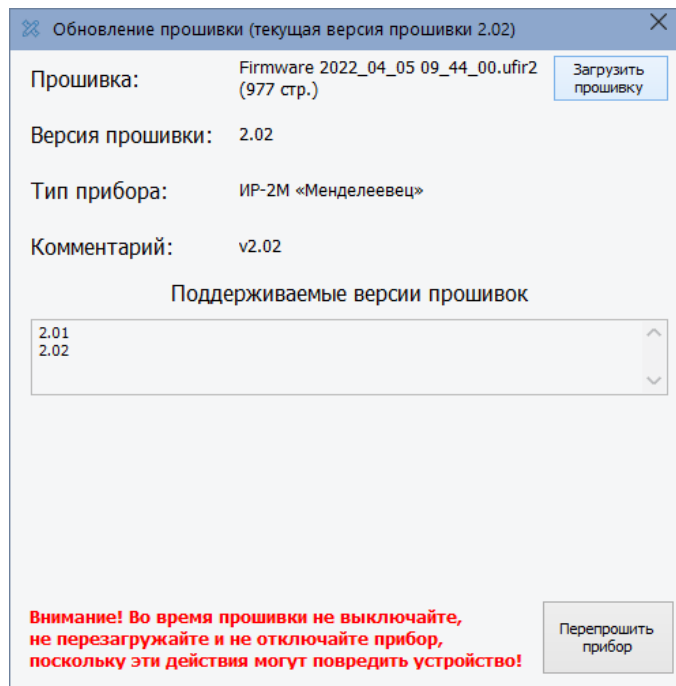

Рисунок 52 – Информация о прошивке
3.10.5 Нажмите кнопку «Загрузить прошивку», чтобы выбрать файл прошивки (например, «Firmware 2022_04_05 09_44_00.ufir2»). Если файл прошивки соответствует версии прибора, то появится кнопка «Перепрошить прибор» (рисунок 52).